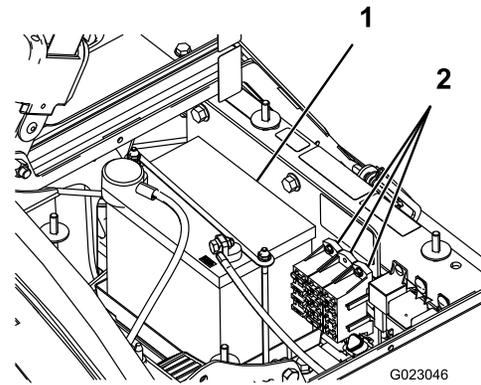

图 48
电气系统中有 2 个保险丝模块和 1 个插槽。它们都位于座椅下面 (图 48)。
2. 电池位于机器右侧泵的后方 图 48。
5. 拆下电池固定装置和紧固件 (图 48)。
2. 安装电池固定装置、并使用之前拆下的紧固件进行固定 (图 48)。
4. 安装电池盖、使用 2 个旋钮固定 (图 48)。
1. 松开电池盒两侧的旋钮、取下电池盖 (图 48)。